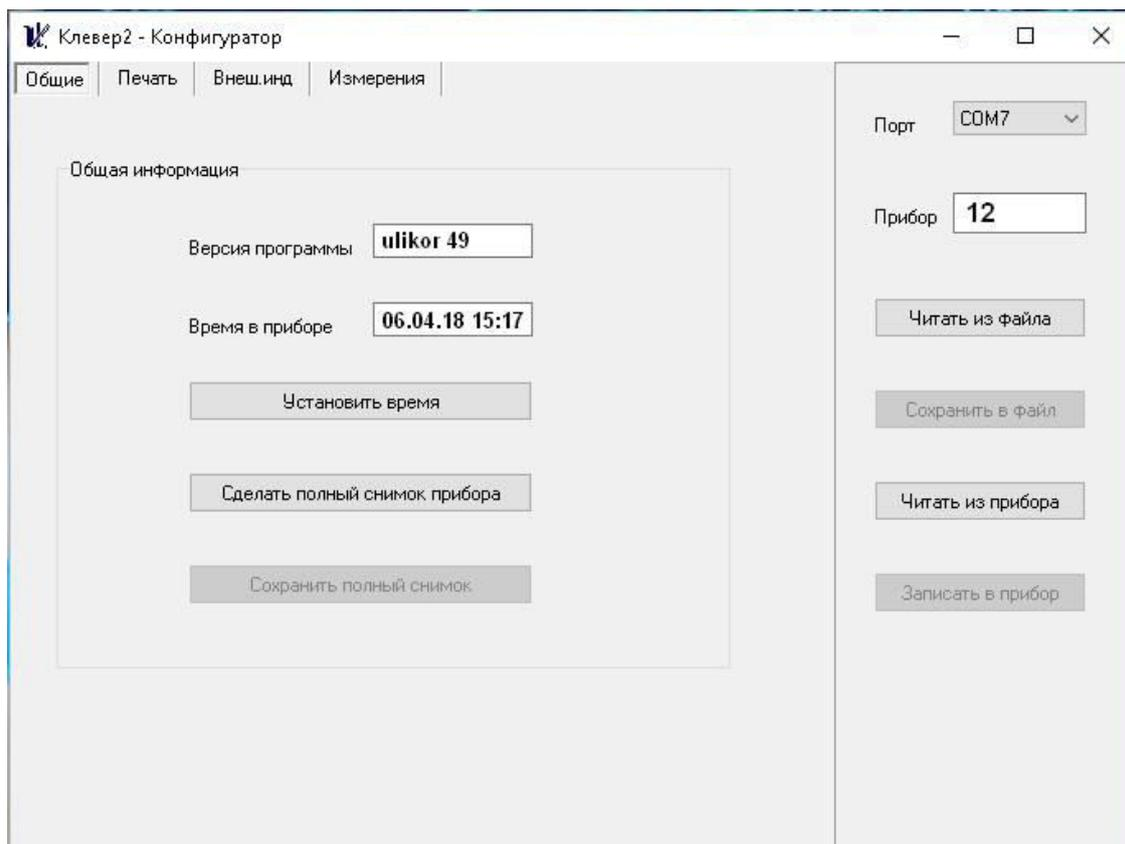

Рисунок 2.10
- активировать опцию «Читать из прибора» после этого зафиксировать версию ПО индицируемую в соответствующем диалоговом окне программы (рисунок 2.10). В закладках «Печать» и «Внешний индика-